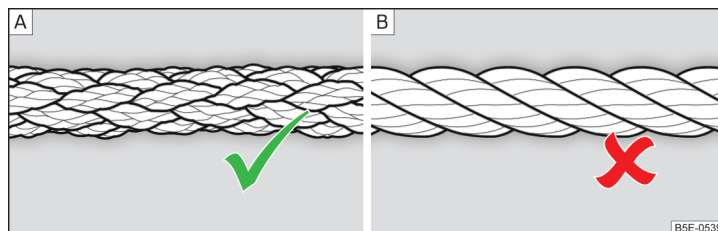

Fig. 173 Cablul de tractare împletit/cablul de tractare înfășurat
Pentru tractarea cu ajutorul unui cablu se va utiliza numai un cablu de tractare din fibre sintetice, împletit » fig. 173 - [A] » [E].
- La tractare nu utilizați cablu de tractare înfășurat » fig. 173 - **B**, cârligul de tractare s-ar putea desface la autovehicul - există pericol de accident.